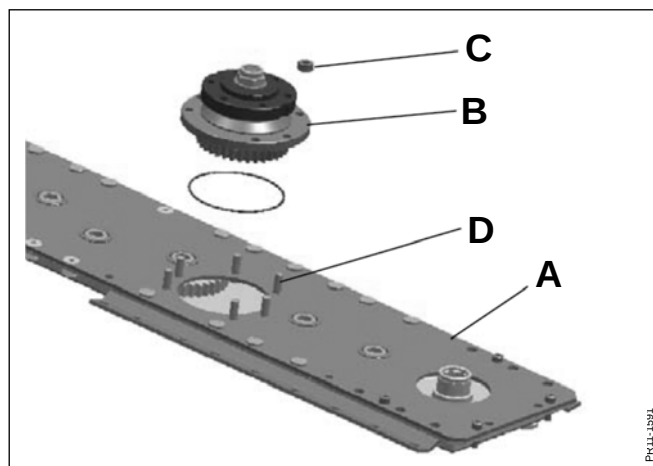

Fig. 5-30
**Fig. 5-30** Når navet monteres skal overfladen af bjælken **A** og undersiden af navet **B** være rene og smurt med et tyndt lag fedt. Møtrikkerne **C** skal låses med Loctite 243 (skruesikring) på gevindtappene **D** og spændes med **92 Nm** (9,2 Kpm). På 6-bolt skivebjælken er alle skiver ens. Der er ikke nogen speciel indgangsskive.